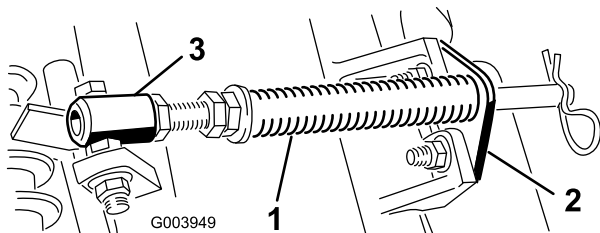

Figura 5
- A. Togliete i due bulloni a testa tonda e i dadi che fissano la staffa dell'asta alle alette degli elementi di taglio (Figura 5).